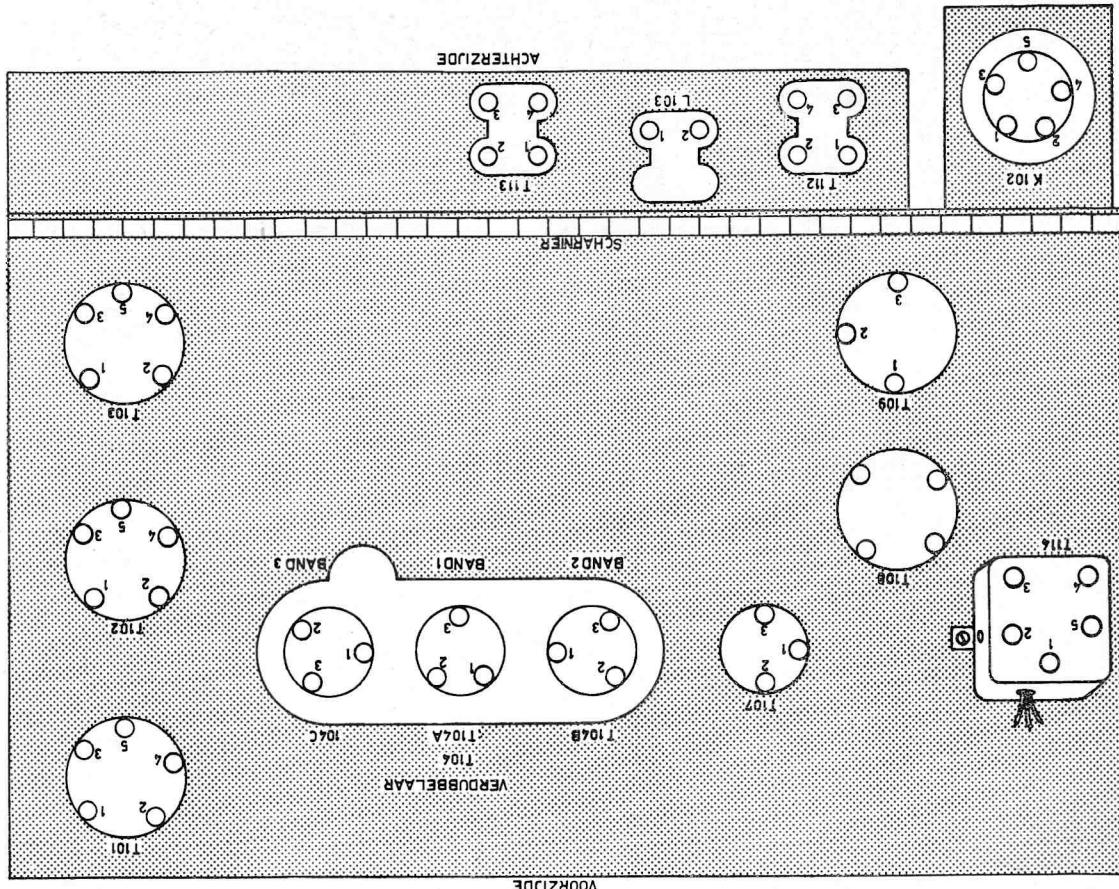

Fig. 63. Zender, aansluitpunten der transformatoren en relais K102
- (1) Gelijkstroomweerstanden van transformatoren en spoelen (zie fig. 63).